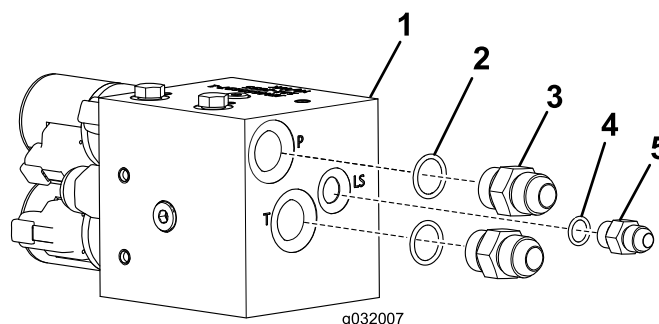

Figura 1
3. Instale el acoplamiento recto pequeño y los 2 acoplamientos rectos grandes en la válvula de solenoide, según se muestra en Figura 1.